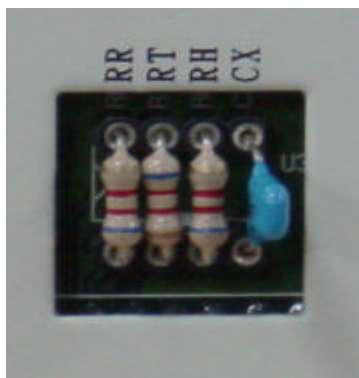

Figure 9
4.1 範例:RR,RT,RH and CX 接腳方式如 Figure 9.